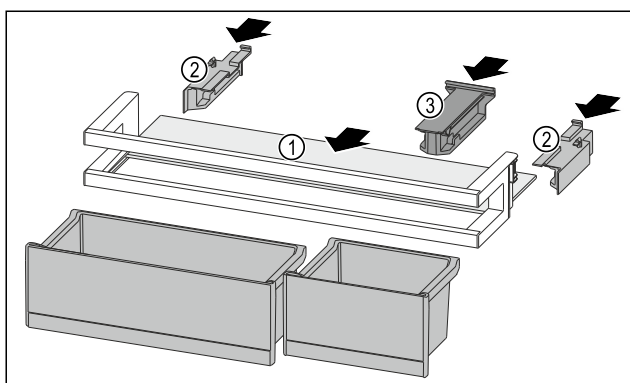

Fig. 242
- Insérer la tablette de rangement Fig. 242 (1) dans les évidements latéraux.
- Installer les parties latérales Fig. 242 (2).
- Installer la pièce de retenue Fig. 242 (3).